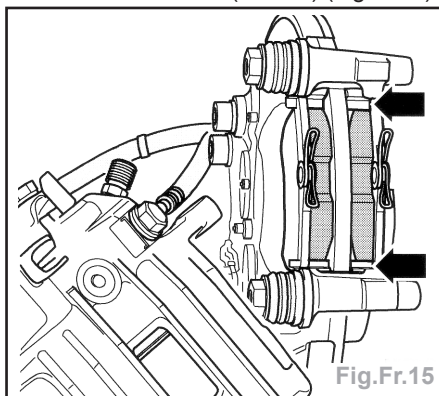

Fig.Fr.15
- Pousser le levier de frein (2) dans le sens de la flèche et décrocher le câble du frein à main (3).
- Déposer les plaquettes et le ressort de retenue de celles-ci (flèches) (Fig.Fr.15).